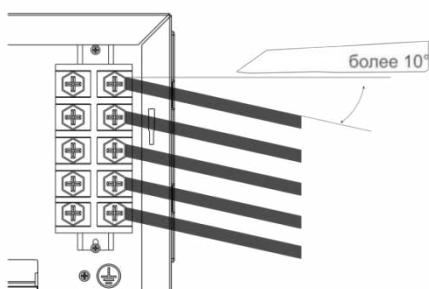

Рис. 12. Расположение сетевого кабеля
- Подключите кабель электропривода трехходового клапана к основной электронной плате согласно пункту 14 на Рис.12
- Подключите контакты датчика бойлера NTC к соответствующей клемме на основной плате управления согласно Рис.12 (пункты 10 и 11 на схеме, выбор места подключения осуществляется в зависимости от типа коннектора – 11 используется при отсутствии коннектора, 10 для подключения через клемму).